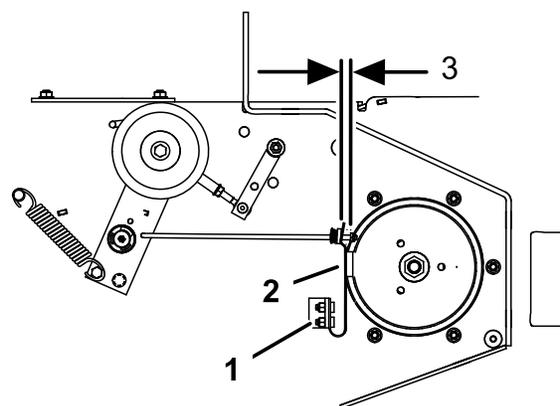

Figure 60
3. Le cas échéant, ajustez les boulons de fixation de ressort de sorte que la plaquette de frein de lame frotte contre les deux côtés de la gorge de la poulie (Figure 60).
4. Ajustez l'écrou à l'extrémité de la tige de frein jusqu'à ce que l'écrou et l'entretoise soient espacés de 3 à 5 mm (1/8 à 3/16") (Figure 60).